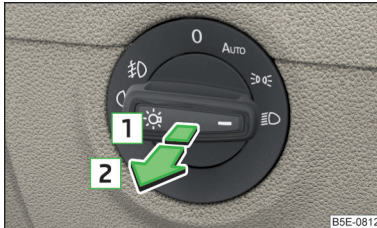

Abb. 70
- ✓ Der Lichtschalter befindet sich in der Stellung **AUTO**, \Rightarrow oder \Rightarrow » **Abb. 70**.